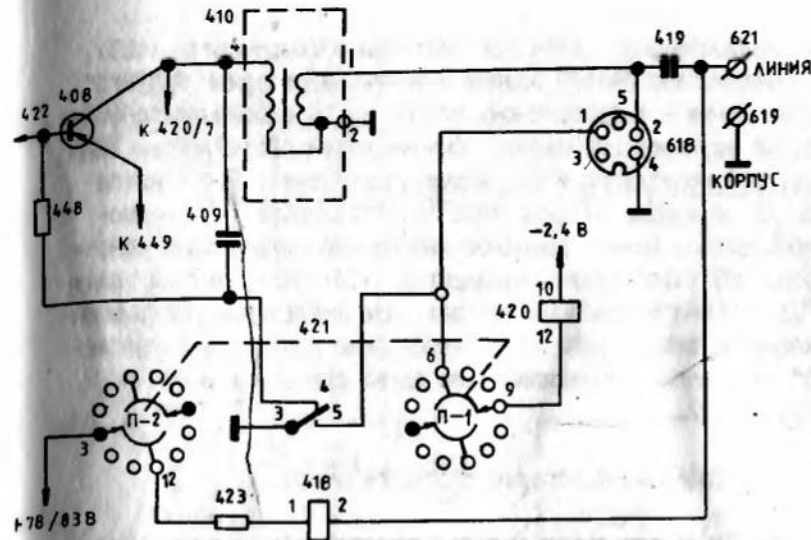

Рис. 6. Упрощенная принципиальная схема блока низкой частоты при положении переключателя (421) "ДИСТ."
Упрощенная принципиальная схема блока низкой частоты для случая дистанционного управления приведена на рис. 6. При нажатии разговорного клапана микрофонной трубки телефонного аппарата через обмотку линейного реле (418) и резистор (423) протекает ток от цепи + 78 В преобразователя напряжения.